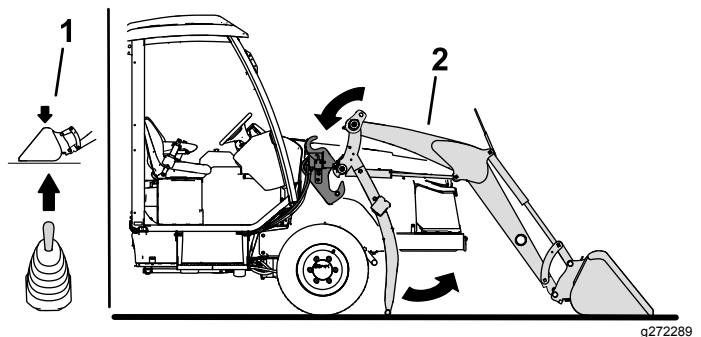

Bild 53
6. Starten Sie den Motor und verwenden Sie den Joystick des Laders, um die Hubarme in die Laderahmenhalterungen abzusenken (Bild 53).